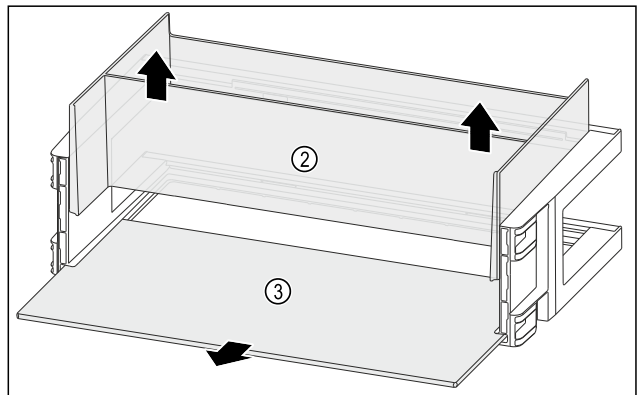

Fig. 122
- Retirer l'Organizer Fig. 122 (2) vers le haut.
- Retirer la tablette de rangement Fig. 122 (3).